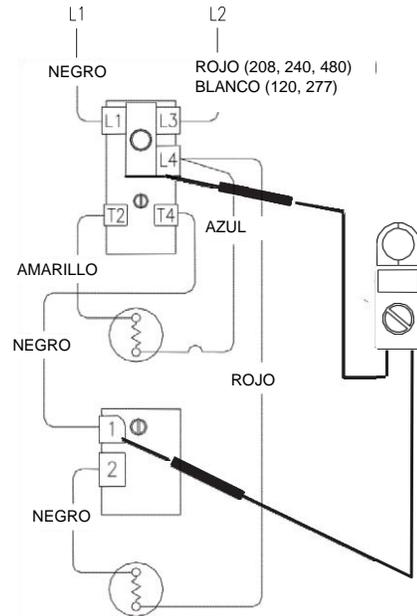

Figura 11
7. Compruebe el voltaje en el terminal L4 del termostato superior y el terminal 1 del termostato inferior (consulte la figura 11).